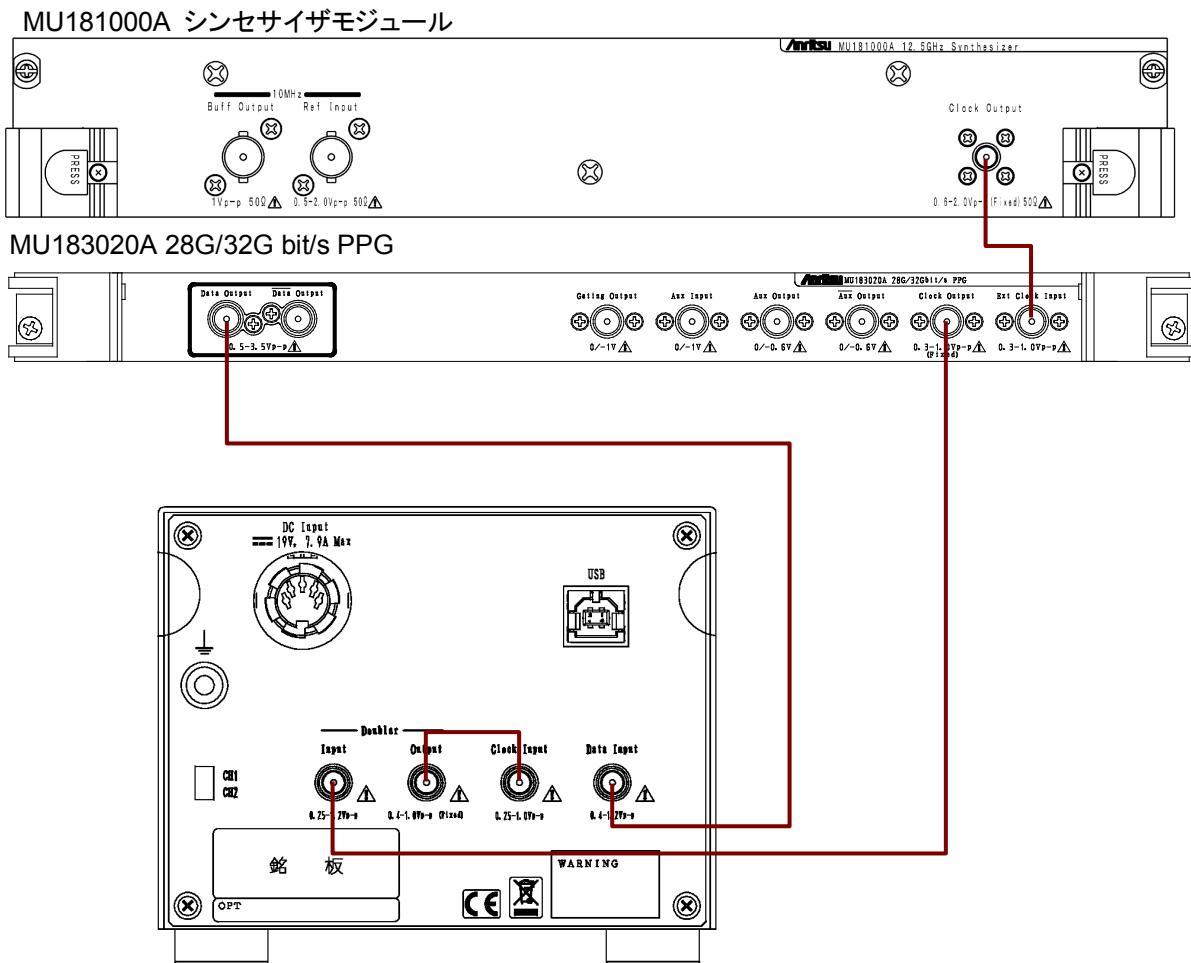

図3.3-7 MU183020A 28G/32G bit/s PPGとの接続 (ビットレート 8~28 Gbit/s)
| | 8~28 ^{*1} | | 図 3.3-7 |
- 図 3.3-7 の接続では、MU183020A の Output Clock Rate を [Half rate] に設定してください。MU183020A の設定方法は『MU183020A 28G/32G bit/s PPG MU183021A 28G/32G bit/s 4ch PPG 取扱説明書』の「第 5 章 操作方法」を参照してください。